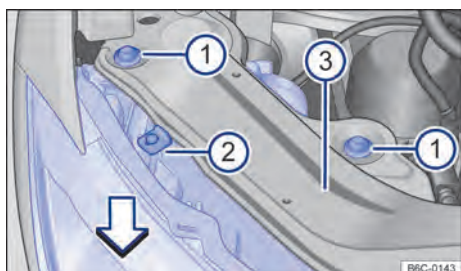

Fig. 133 No compartimento do motor: parafusos de fixação do farol dianteiro.
- Remover os parafusos de fixação → Fig. 133 ⓘ com o auxílio de uma chave torx.
- Mover o farol para frente, no sentido da seta → Fig. 133, até que os dois cliques da parte inferior desencaixem e possibilite a remoção do farol.
- Recolocar o farol cuidadosamente até que os dois cliques inferiores encaixem e o batente superior → Fig. 133 ⓘ encoste no suporte do farol ⓘ.